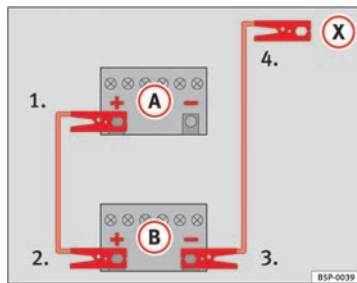

Fig. 131 Schéma de branchement pour les véhicules non équipés du système Start-Stop.
- Raccordez une extrémité du câble de démarrage **rouge** au pôle positif **(+)** du véhicule dont la batterie est déchargée **(A)** ⇒ fig. 131.
- Raccordez une extrémité du câble de démarrage **noir** à la borne négative **(-)** du véhicule fournissant le courant **(B)** ⇒ fig. 131.